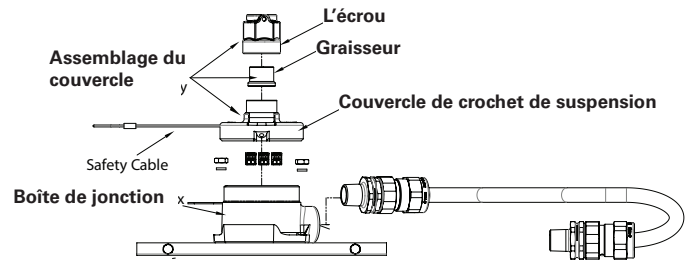

Figure 11
- Retirer le couvercle de la boîte de jonction (voir la figure 11).
- En serrant bien l'écrou, visser l'ensemble capot sur le support du conduit jusqu'à ce que le conduit et le mamelon soient complètement engagés (Voir figure 11).